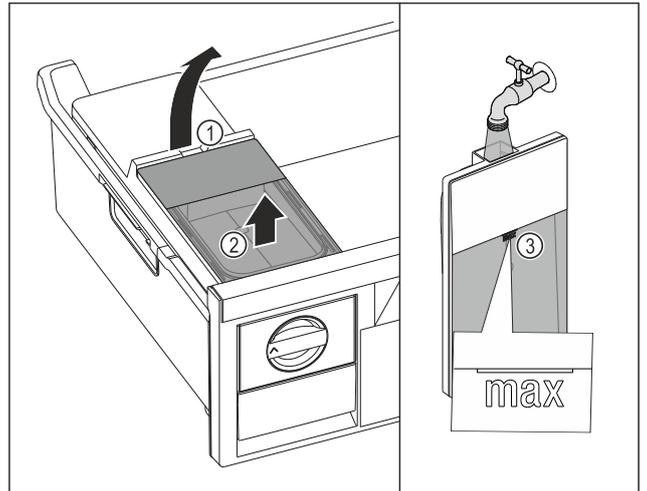

Fig. 76
- Sollevare il serbatoio dell'acqua dalla cavità Fig. 76 (1).
- Rimuovere il serbatoio dell'acqua estraendolo verso l'alto. Fig. 76 (2)
- Riempire il serbatoio dell'acqua con acqua potabile fino al contrassegno Fig. 76 (3).